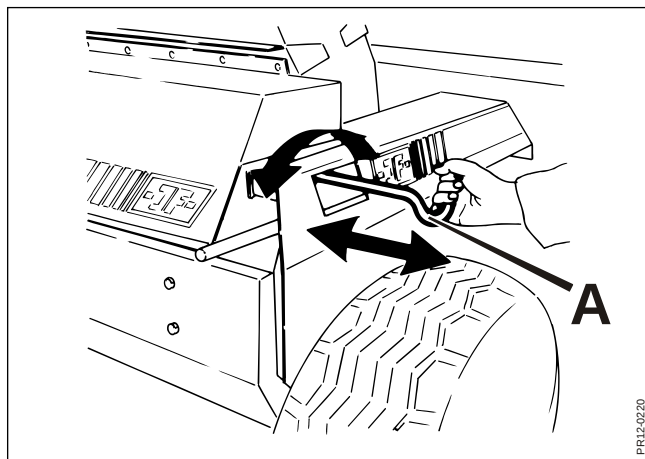

Fig. 4-23
- Fig. 4-23** 7. Grib fat i håndtaget **A** og giv forsigtig tilspænding ved at dreje på håndtaget til stenen rører kniven. Træk nu stenen i en glidende bevægelse hen over rotoren og tilbage igen. Giv lidt mere tilspænding og gentag bevægelsen hen over hele rotorens bredde således at knivene i hele rotorens bredde slibes.